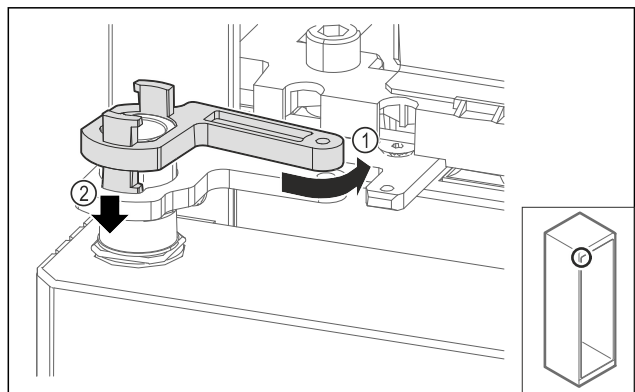

Fig. 71
- Vrid tillbaka lagerbockens låsning något Fig. 71 (1), tryck den nedåt Fig. 71 (2) och lås den i gångjärnsvinkeln.